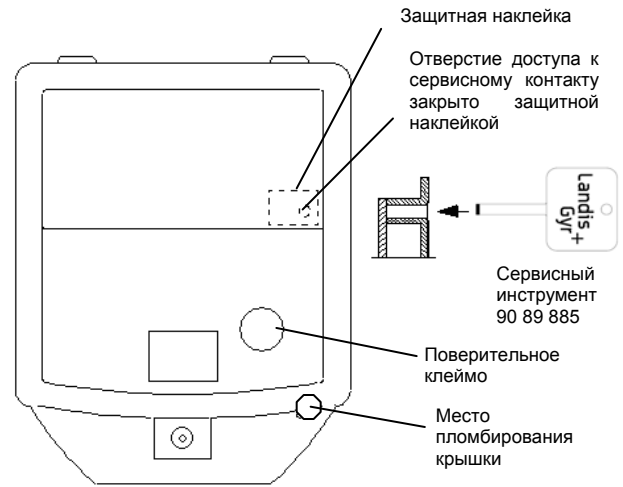

Рис. 7: Закорачивание сервисного контакта
- С целью активирования сервисного режима закоротить на 3 секунды сервисный контакт (рис. 7) токопроводящим концом сервисного инструмента.